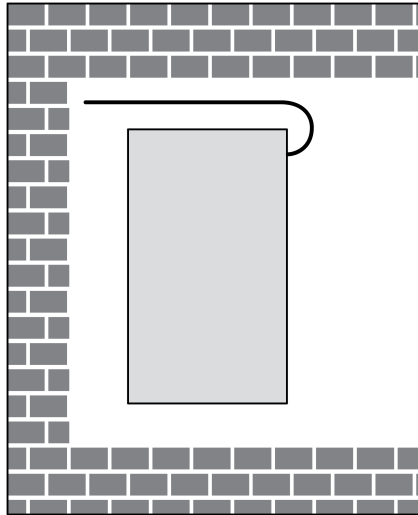

Bild 4: Einbau in Gerätedose
- i** Antenne möglichst frei gestreckt verlegen (Bild 4).